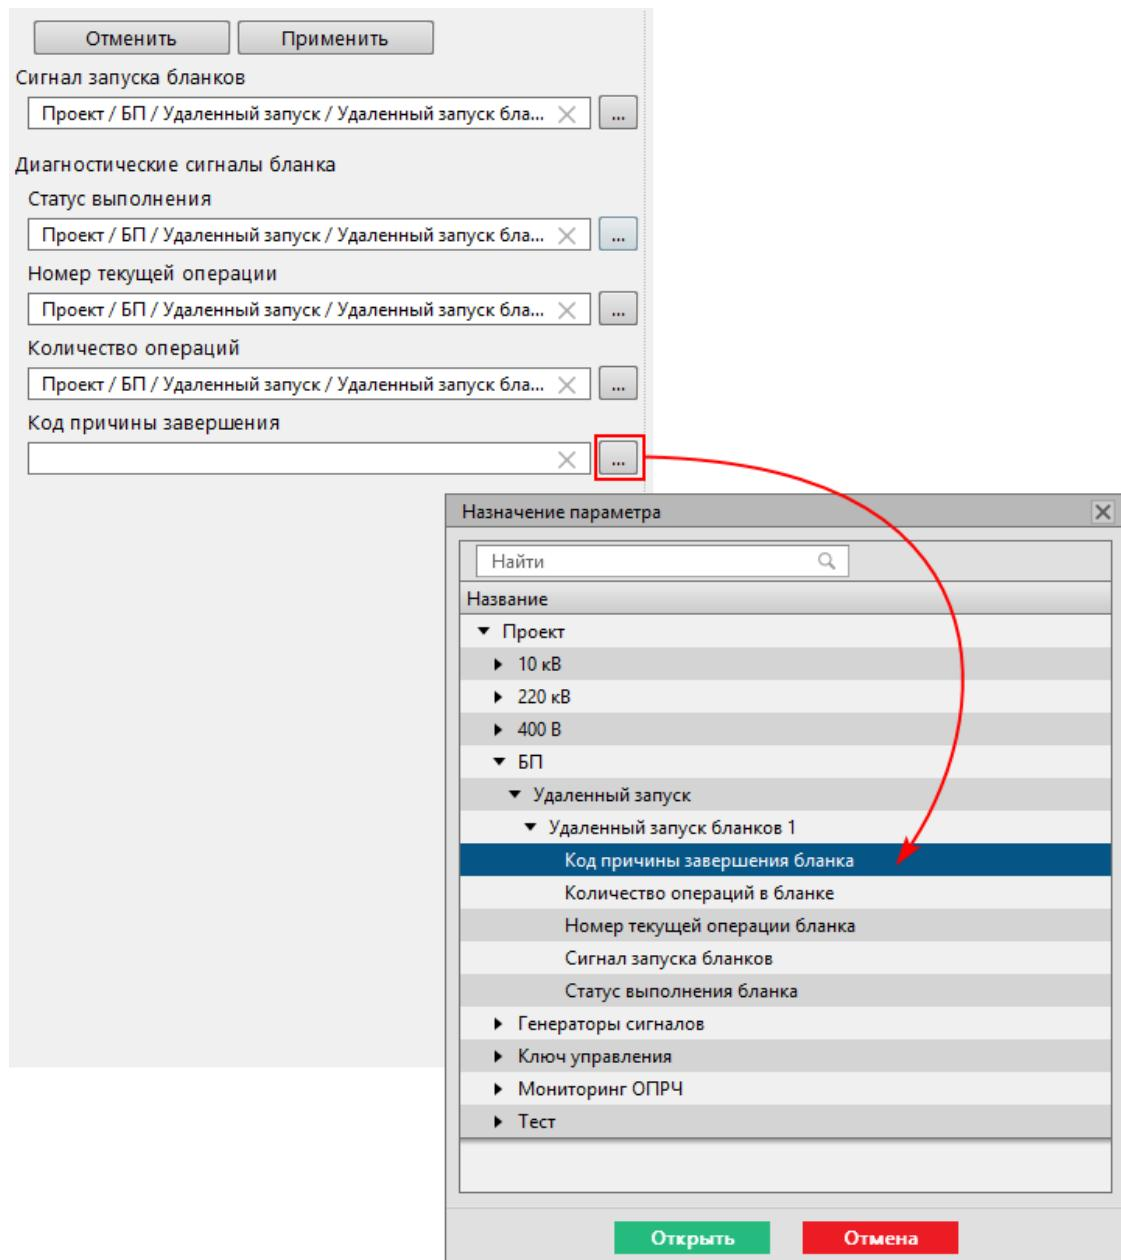

Рисунок 184 - Привязка сигналов удаленного запуска бланков
10. Заполните форму слева: в каждом поле нажмите и выберите соответствующий сигнал из дерева проекта (Рисунок 184).